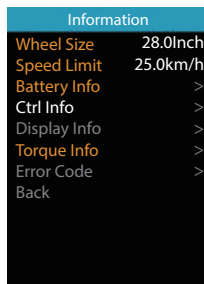

图 3-14 限速信息查看
②限速信息——进入“Information”菜单，限速信息不可调，同时按下“加键”和“减键”退出到主界面或者通过“Back”→“Exit”退出到主界面。如图 3-14 所示。